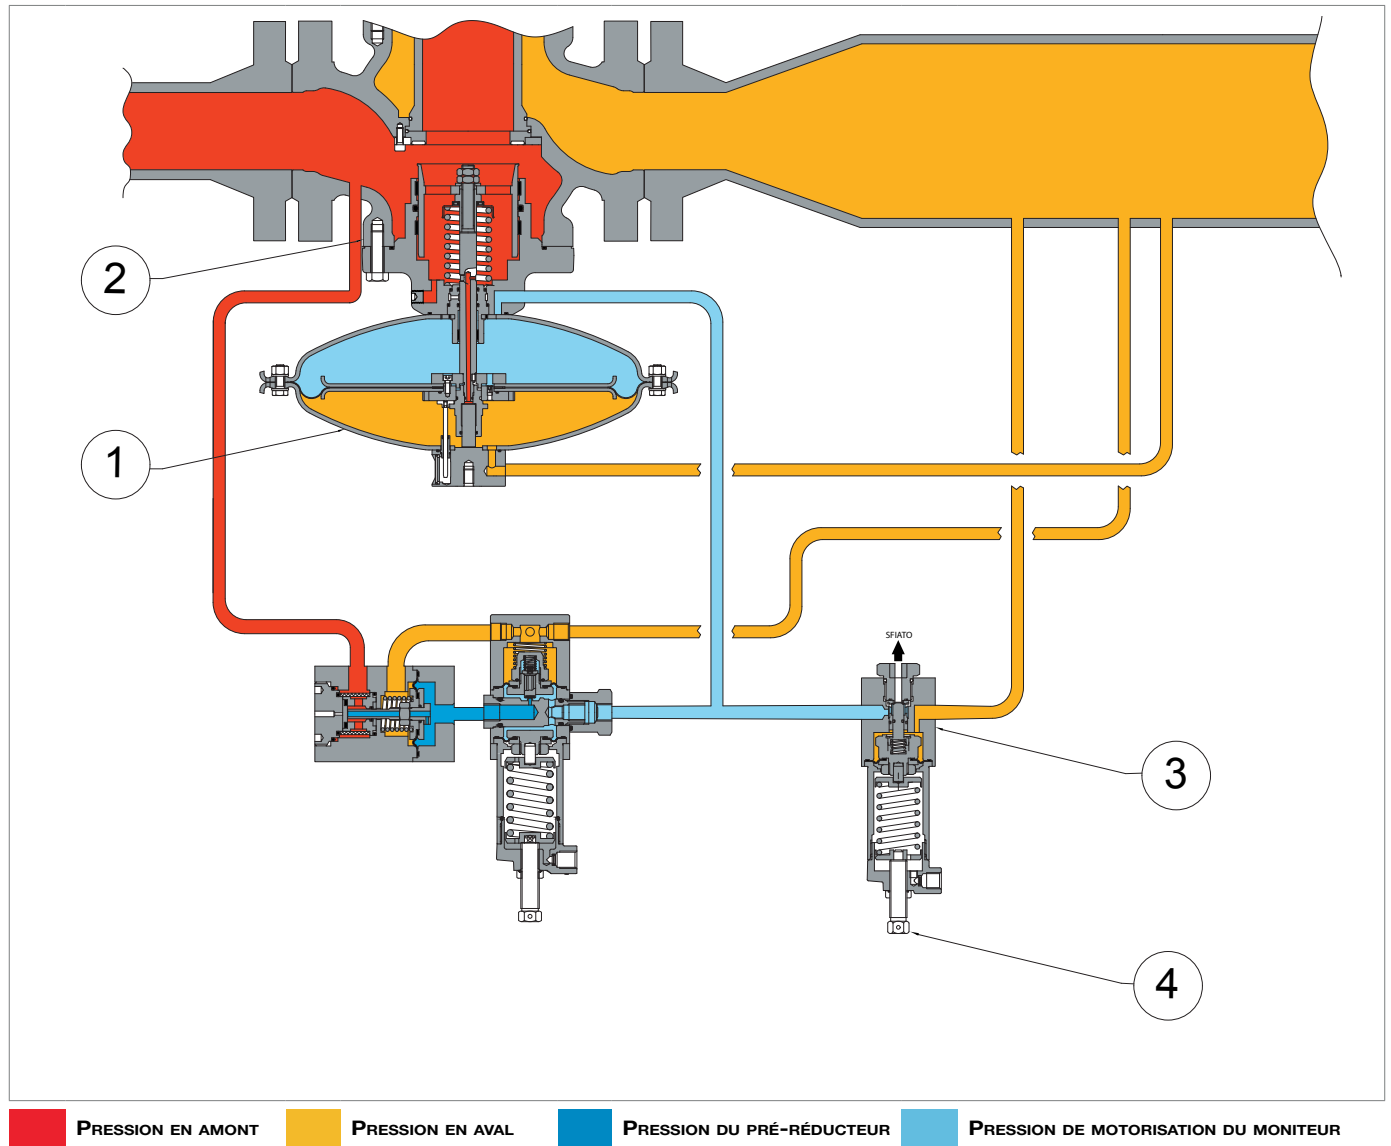

Fig. 4.10. Vanne d'accélération M/A
- M/A (3, Fig. 4.10), dans le cas d'une pression en aval (Pd) à partir de 0,55 bar.
- la vis de réglage (4, Fig. 4.10) pour la soupape M/A
Sur la Fig. 4.10 est représentée la vanne d'accélération M/A.